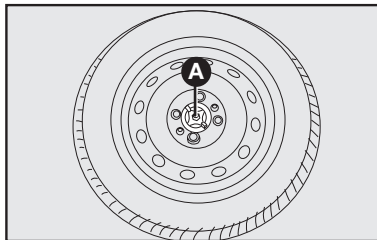

fig. 2
- Afloje el dispositivo de bloqueo **A**-fig. 2, saque la rueda de repuesto y el portaherramientas colocándolos junto a la rueda que debe sustituir.